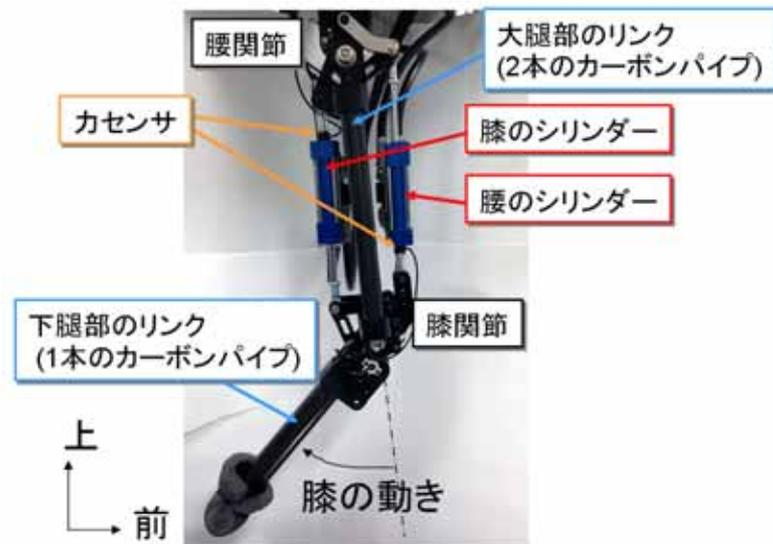

図1 ロボットの概観。ただし、外装ははずしている。大腿部と下腿部とで構成されている。2本の油圧シリンダがリンク機構を介して腰関節と膝関節を駆動。関節には角度センサが、油圧シリンダには力センサがそれぞれ組み込まれている。リンクはカーボン繊維強化プラスチックでできている。腕ロボット（マニピュレータ）としても利用可能。
開発したロボットの概観を図 1 に示す（外装を取り外した状態）。油圧ショベルに似た構造を持ち、軽量で強靱である。重さは 6kg で、成人男性の脚部を参考に設定した。油圧ホースを介して外部のポンプで駆動される。同時に開発した専用制御装置により、位置とスピードの制御はもちろん、力センサによる力覚情報を高速でフィードバックすることによる精密な力制御ができる。リンク部がカーボン繊維強化プラスチック製である点と、力制御による柔軟な運動制御が可能である点が、米国で開発中のロボットと比較した特長である。代表的な実験結果の動画を下記 URL にリンクした。
油圧シリンダの力を測定する力センサと独自開発した専用制御装置を使って油圧シリンダの発生力を細かく操作することにより、関節のトルク（回転力）を自在に制御できる。例えば図1のロボットは0 Nm（脱力状態）から最大300 Nm（腕を横に伸ばして10kgの米俵を6つぶら下げるときに肩にかかる力）までの大きなトルクが発揮することが可能である。人間は走行時にこれだけの大きなトルクを発揮すると言われている。
- ・同じ体重と寸法で、人間と同等のスピードと力を出せることが可能になった。実際、この関節を用いて人間の大腿部を模して作った図1のロボットは0.05秒で90度動かせるスピードを持ち、本体重量6kgでありながら、最大200kg（直立姿勢を除く）の荷重を支えることができる。